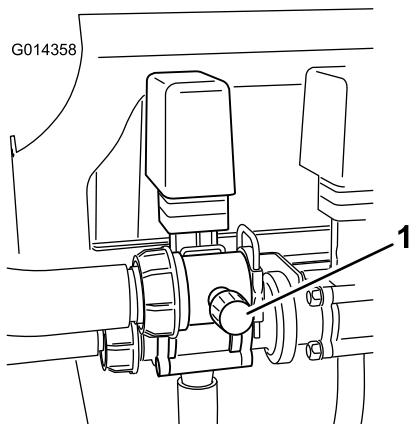

Figura 25
9. Ajuste la válvula de desvío de agitación (Figura 25), situada en la parte trasera de la válvula de agitación, hasta que la presión marcada en el manómetro sea de 689 kPa (100 psi).